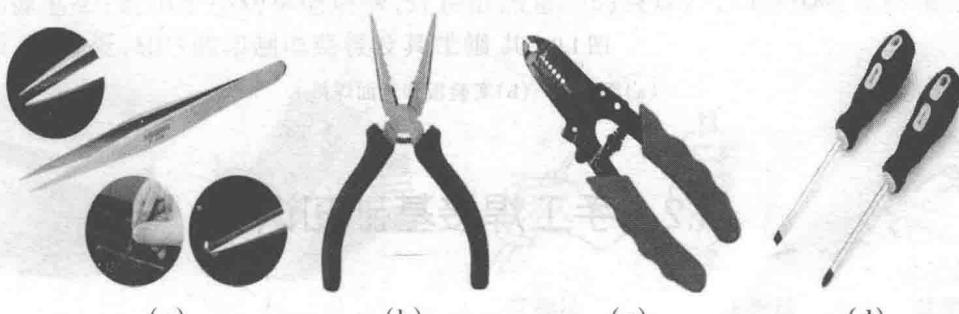

图 1.7 其他工具(2)
(4) 镊子[见图 1.7(a)]：元器件都是比较小的东西，而且焊接的时候，引脚和元件本身都很烫，所以焊接时需要用一只手拿镊子夹住，用另一只手拿烙铁焊接，焊接贴片元器件时常会用到。
(5) 尖嘴钳[见图 1.7(b)]：夹持东西用，有时也用来扭东西。
(6) 剥线钳[见图 1.7(c)]：快速方便地剥去导线外皮的必备工具。
(7) 螺丝刀[见图 1.7(d)]：修东西的时候安装和拆开必须要有螺丝刀。